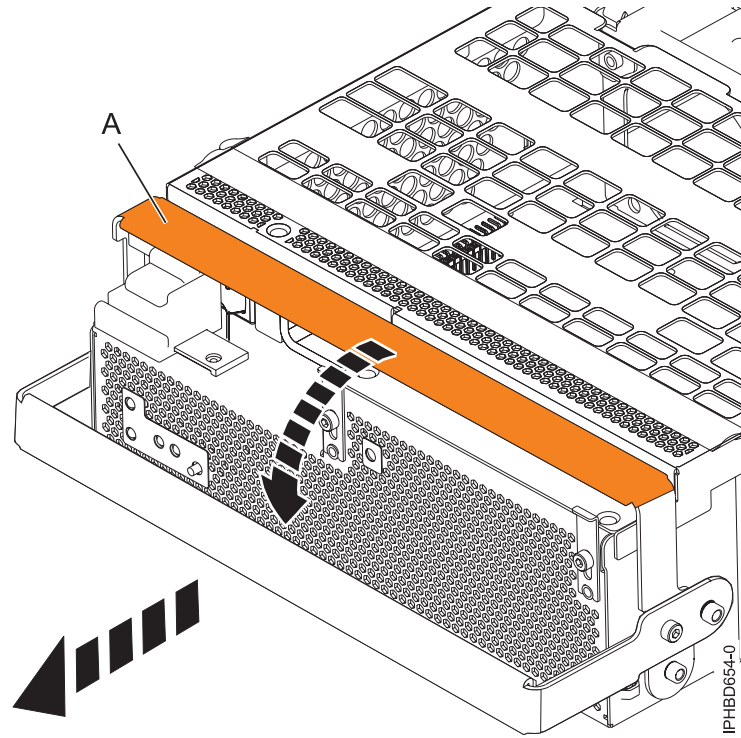

Figure 14. Retrait d'une alimentation électrique
7. Tournez la poignée de verrouillage de l'alimentation électrique (A) en position ouverte comme indiqué à la figure 14, à la page 17. Retirez l'alimentation électrique de l'unité d'extension.